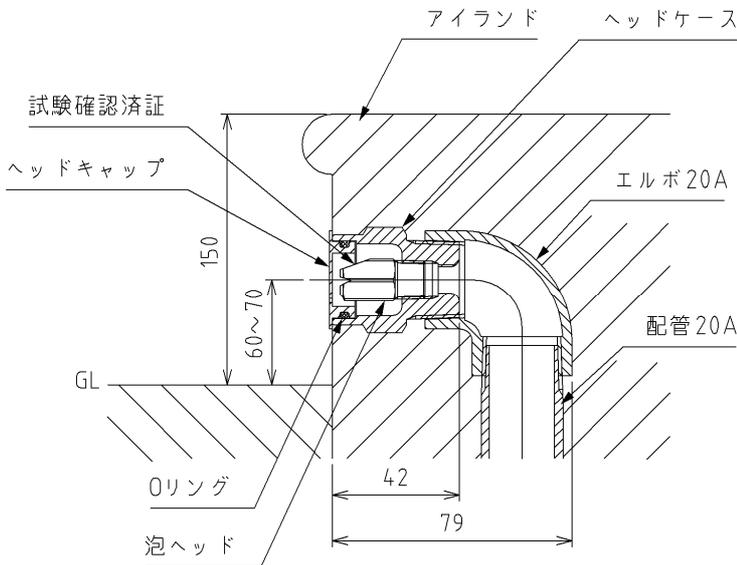

図 10 泡放出口取付断面図
- (1) アイランドに泡放出口を取付けます。
- (2) 泡放出口は、床面から中心までの高さ  $60\sim 70\text{mm}$ 、ヘッドの間隔は  $1500\sim 2000\text{mm}$  を目安として取付けます。図 10 に泡放出口取付断面図を示します。